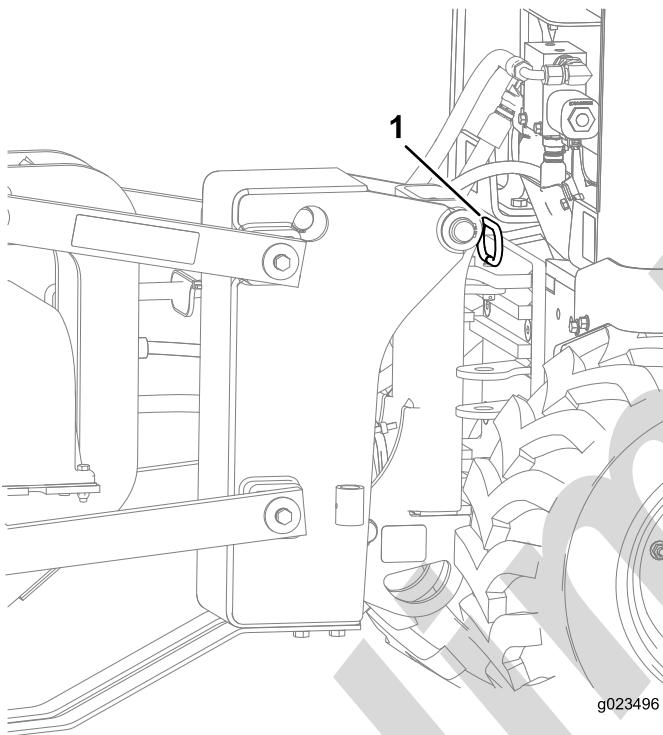

Figure 5
Remarque: Cela a pour effet de déplacer l'obstacle de côté ou permet à la lame de le contourner. Veillez à enlever la goupille de blocage d'orientation de l'enfouisseuse (Figure 5).
2. Lorsque la machine passe au-dessus du trou, arrêtez la vibration de l'enfouisseuse et insérez la goupille de blocage d'orientation (Figure 5).